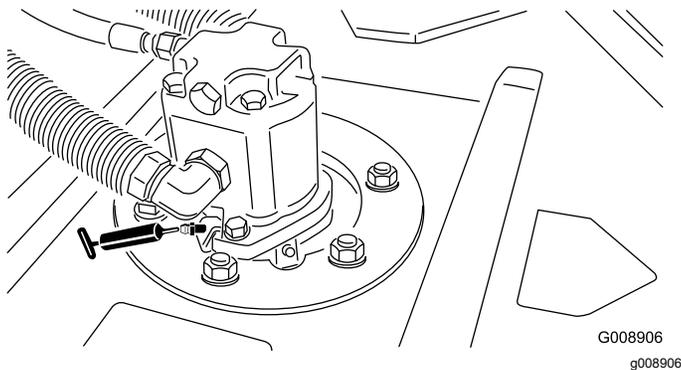

図 47
- カuttingユニットのスピンドルシャフトのベアリングユニット2台に1ヶ所一 図 47